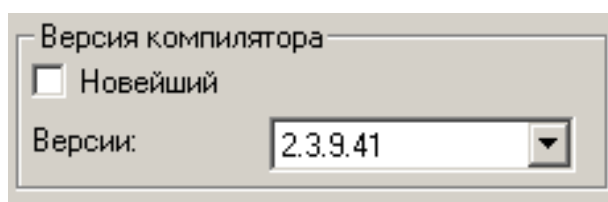

Рисунок 3.20 – Панель выбора версии компилятора
3. Снять отметку в чекбоксе “Новейший” и выбрать версию компилятора из ставшего доступным списка “Версии” (см. рисунок 3.20).